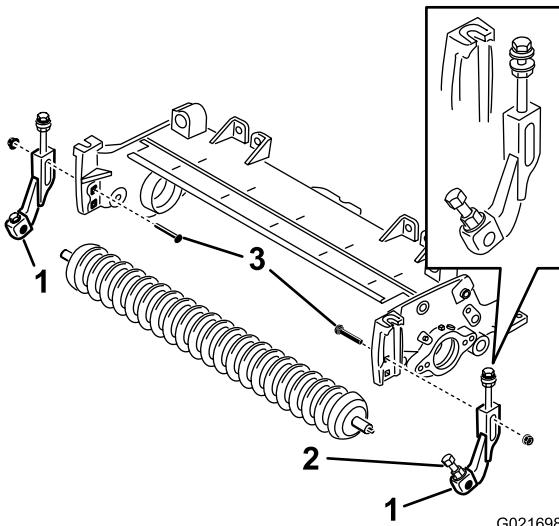

Figura 6
11. Installate, senza serrare, le nuove staffe dell'altezza di taglio dx e sx al rullo anteriore esistente con i nuovi bulloni da 5/16 x 1-1/8 poll. e i dadi di bloccaggio flangiati da 5/16 poll. Collocate le staffe dell'altezza di taglio come illustrato nella Figura 6.
con i bulloni a testa tonda rimossi in precedenza e 2 nuovi dadi flangiati da 3/8 poll., posizionandoli come mostrato in (Figura 6).
14. Centrate il rullo tra le staffe dell'altezza di taglio e fissatelo in posizione con i bulloni e i dadi di bloccaggio sulle staffe (Figura 6).